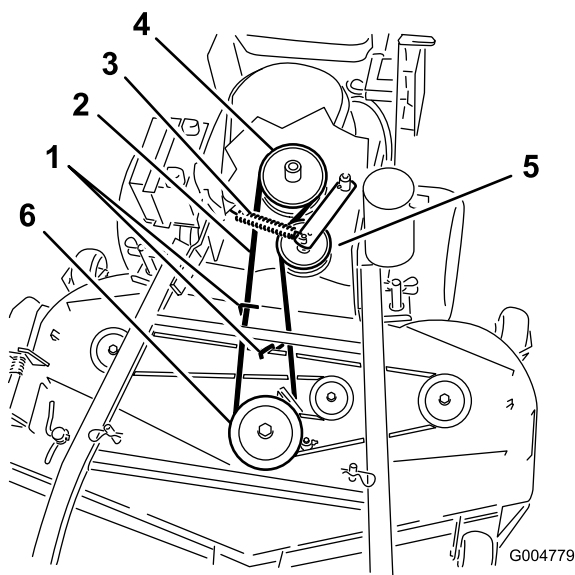
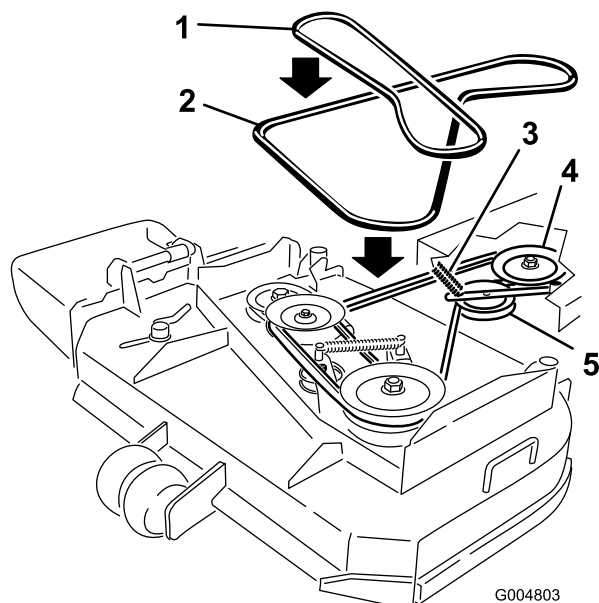

Figura 50
Figura 51
- Retire la correa de la polea central de la plataforma del cortacésped (Figura 50). Consulte Figura 51 para quitar la correa de la polea izquierda en una plataforma de cortacésped de 36 pulgadas. Extremar las precauciones al retirar la correa ya que la tensión aumentará debido a que la polea tensora está tensada con muelle.
- Retire la correa de la polea del motor y la polea tensora tensada con muelle (Figura 50). Consulte Figura 51 para retirar la correa de las poleas de una plataforma de cortacésped de 36 pulgadas.
- Instale la nueva correa en la polea del motor y la polea tensora tensada con muelle (Figura 50).
- Coloque la correa en la polea central de la plataforma del cortacésped (Figura 50). Extremar las precauciones al instalar la correa ya que la tensión aumentará debido a que la polea tensora está tensada con muelle. Consulte Figura 51 para colocar la correa en la polea izquierda en una plataforma de cortacésped de 36 pulgadas.
- Ajuste la guía 3 mm (1/8 pulg.) desde la correa en las plataformas de cortacésped de 40, 48 y 52 pulgadas (Figura 50).